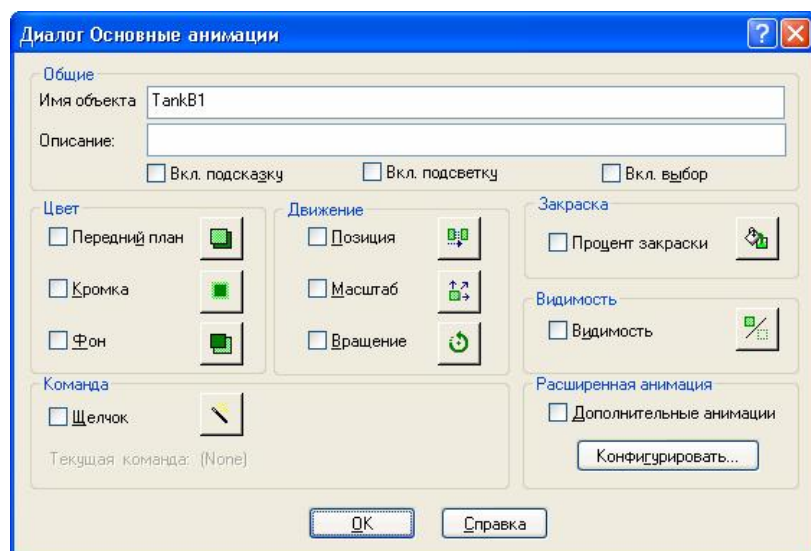

Рис. 4.6. Окно «Основные анимации»
**Основные и дополнительные анимации.** После того как сформирована база данных iFIX, созданным экранным формам задаются определенные действия. Достаточно щелкнуть правой кнопкой мыши по объекту и выбрать «Анимации», как откроется окно «Основные анимации» (рис. 4.6).